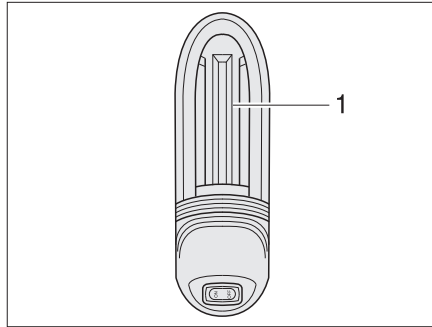

Fig. 369 Lampada del garage
- Spingere leggermente verso l'alto la copertura della lampada (Fig. 369,1) ed estrarla.